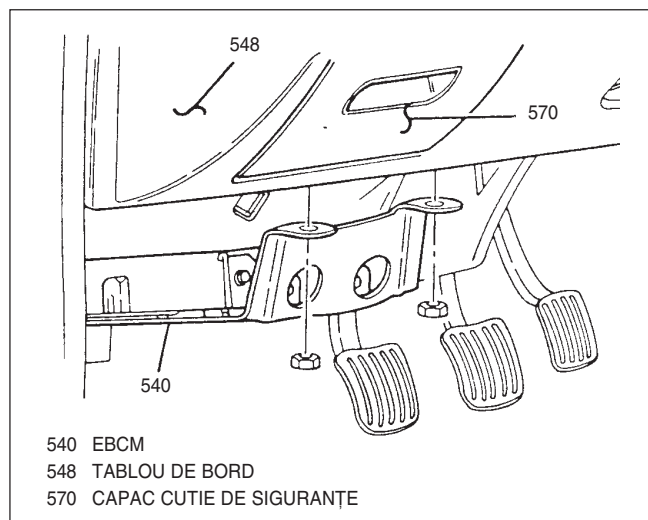

Fig. 23 EBCM
3. Cele trei piulițe de fixare și EBCM din spatele panoului de bord (Fig. 23).